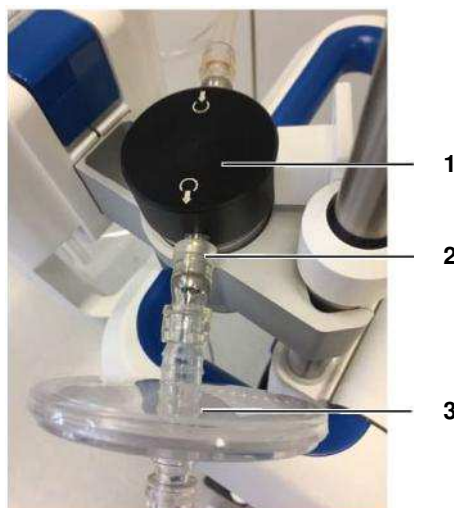

Fig. 25 Filtro de evacuação de fumaça na proteção contra transbordo
- conecte a extremidade do conector de fumaça (consulte Fig. 25, pos. 2) à proteção contra transbordo (consulte Fig. 25, pos. 1) e a outra extremidade ao filtro de evacuação de fumaça (consulte Fig. 25, pos. 3).